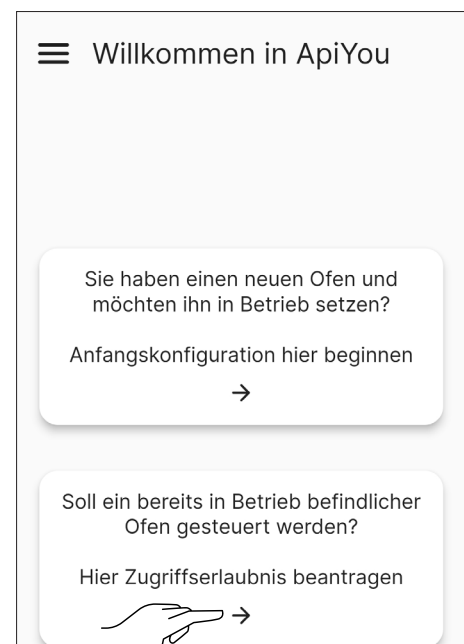

Abb. 8.27
- Den Eintrag „Soll ein bereits in Betrieb befindlicher Ofen gesteuert werden?“ (Abb. 8.27) auswählen